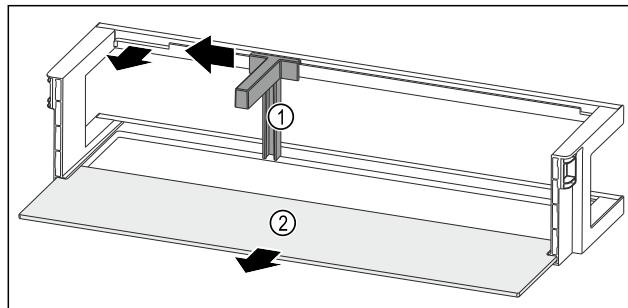

Fig. 92 Türabsteller mit Flaschenhalter und Abstellfläche
- Flaschenhalter Fig. 92 (1) bis zur Aussparung zur Seite schieben.
- Flaschenhalter Fig. 92 (1) entnehmen.
- Abstellfläche Fig. 92 (2) entnehmen.